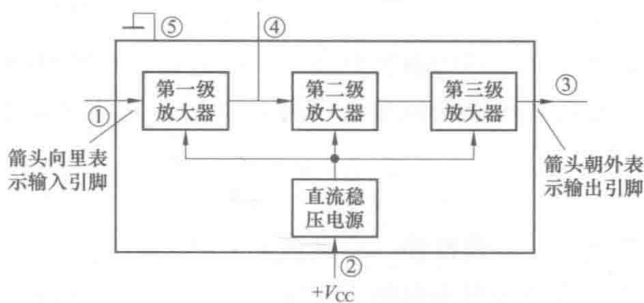

图 1-5 某型号集成电路内电路方框图
如图 1-5 所示的是某型号集成电路内电路方框图。集成电路的①脚引线箭头向里,为输入引脚,说明信号是从①脚输入到第一级放大器中的;③脚引线上的箭头方向朝外,所以③脚是输出引脚,经过三级放大器放大后的信号从该引脚输出;②脚是电源引脚,也是输入引脚,输入直流工作电压;④脚比较特殊,它接在第一级放大器输出端,第二级放大器输入端,所以可以从第一级放大器输出信号,也可以给第二级放大器输入信号,是一个具有双重功能的引脚。